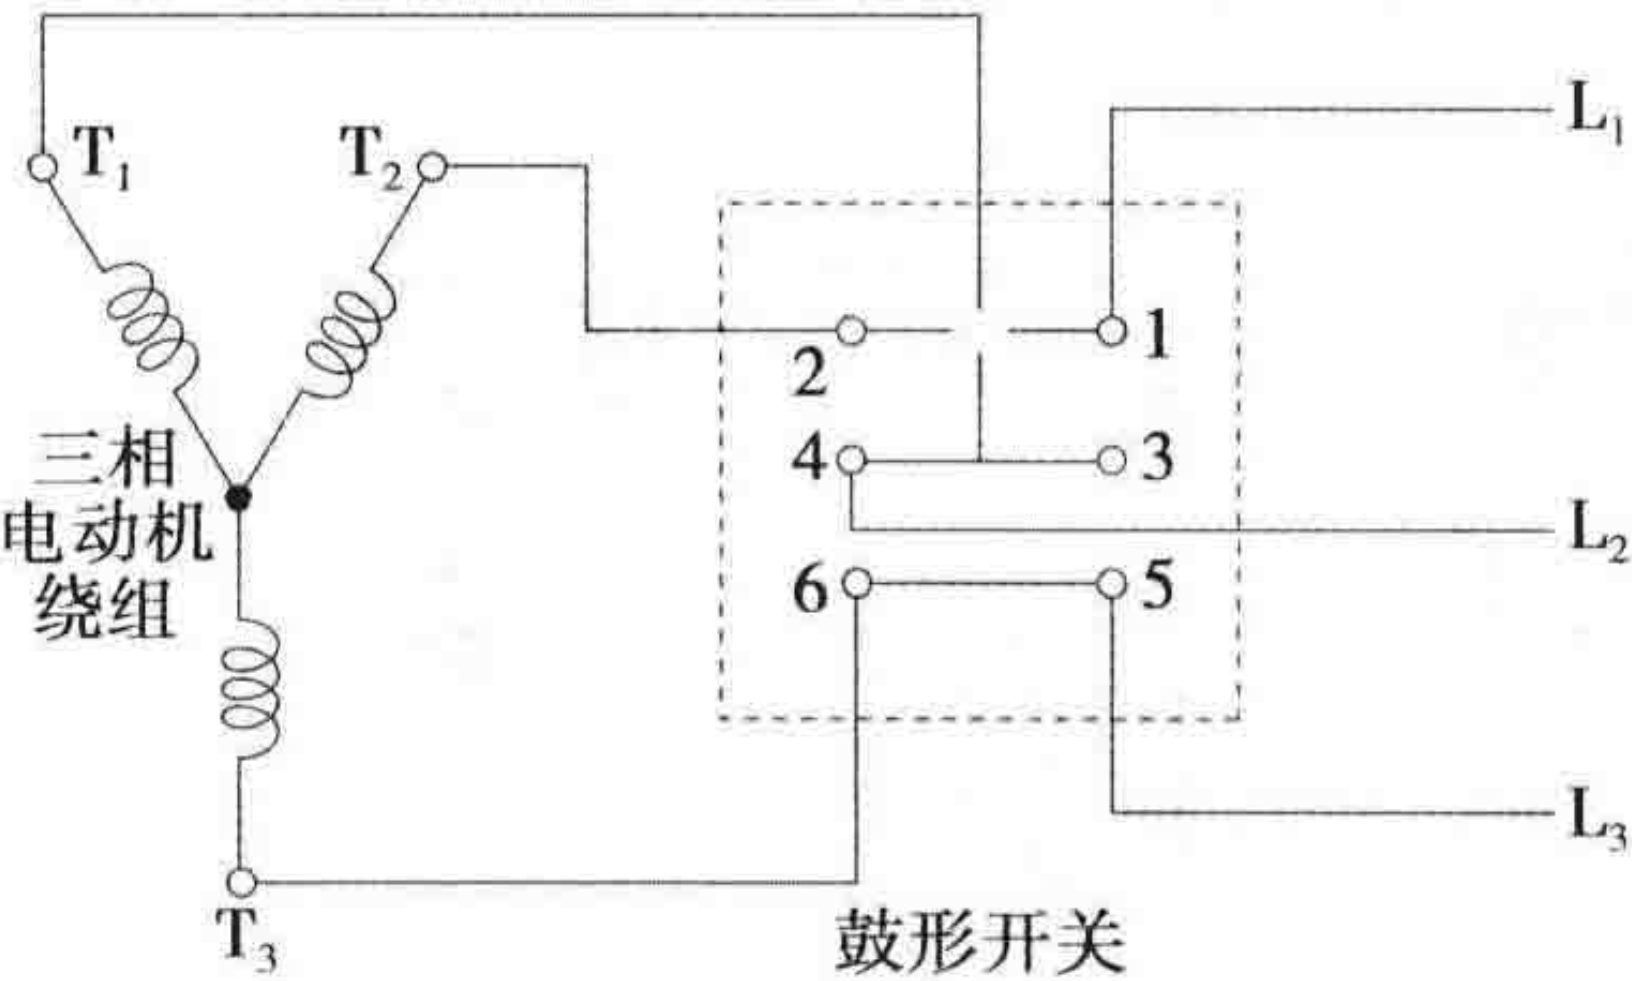

图 P-1
1. 在图 P-1 上画线，完成开关端子间的接线，以使三相电动机可以正转。